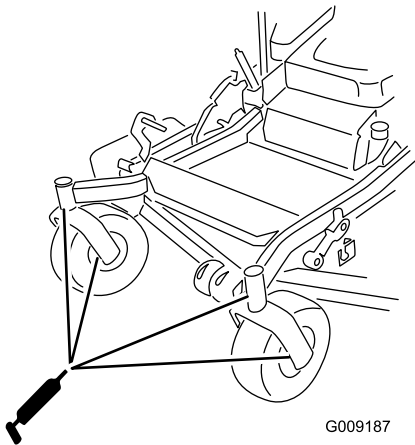

Figure 47
- Remettez le bouchon hexagonal et le capuchon antipoussière en place (Figure 47).